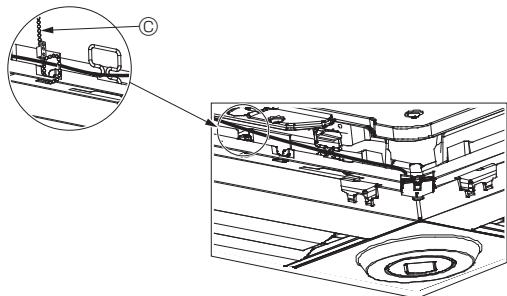

Fig. 6-13
- Зафиксируйте провода датчика i-See и приемника сигнала на панели с помощью зажима, как показано на схеме, чтобы провода не провисали, после чего отрежьте лишнюю часть зажима. (Fig. 6-13)
- Если положение датчика i-See было изменено с “○” (E) на положение “□” (F), измените настройки выключателя. (См. стр. 14.)